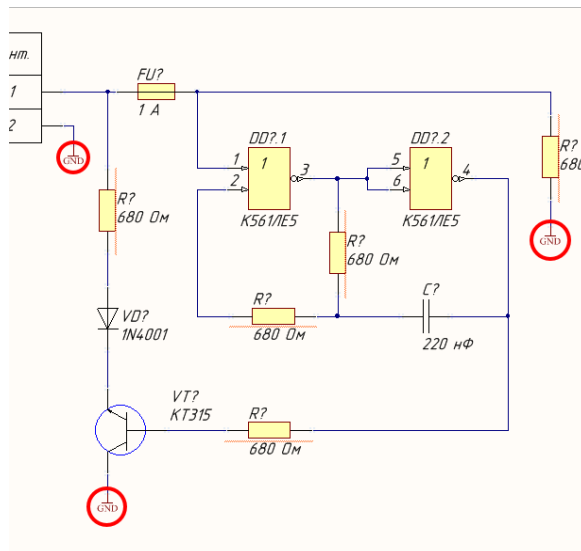

Рис. 4.8
9) Розташуйте загальне коло. Для цього виконайте команду **Place-Power Port**. Перед розміщенням на схему натисніть **[Tab]**, та впишіть **GND**у полі імені компонента. Розташуйте елементи так, як зображено на рис. 4.8.